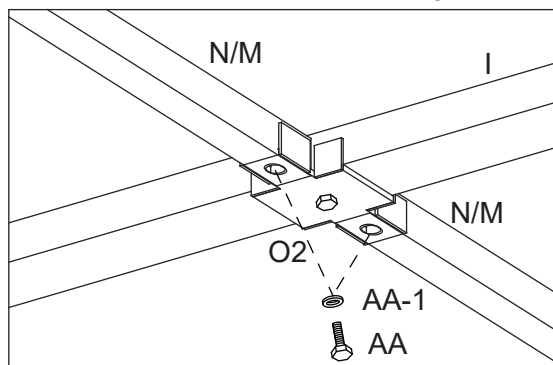

Figure 13-3
13.3. Fixez les supports horizontaux du toit principal (N, M) au connecteur (O2) à l'aide de boulons (AA) et de rondelles (AA-1). Voir la figure 13.3.